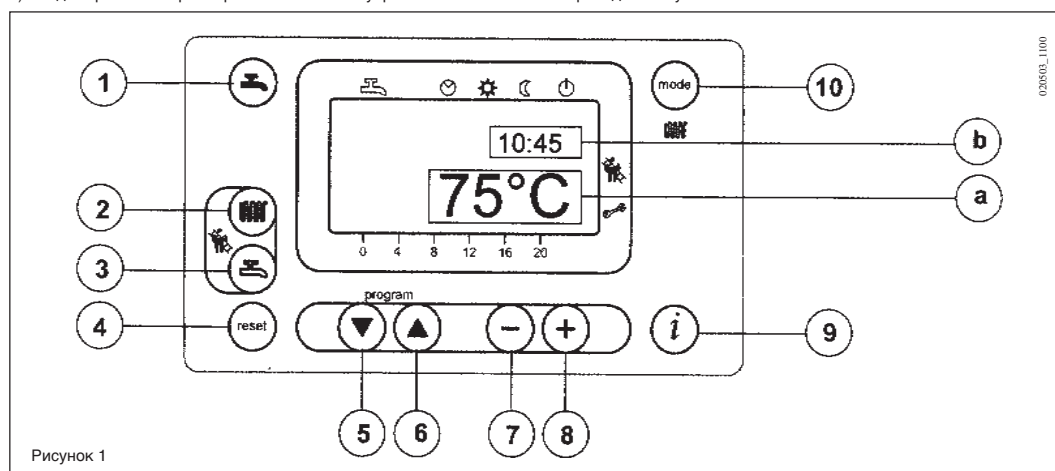

Рисунок 1
- Нажать кнопку (поз. 2 на рис. 1) для регулировки температуры воды системы отопления.
- Нажать одну из этих двух кнопок (поз. 1 или 10 на рис. 1) для записи заданного параметра в память и возврата к главному меню.
Примечание - Если к котлу подключен внешний зонд, при помощи кнопки (поз. 2 на рис. 1) можно смещать кривую отопления. Нажать кнопки для уменьшения или увеличения комнатной температуры обогреваемого помещения.
- Нажать кнопку (поз. 3 на рис. 1) для регулировки максимальной температуры хозяйственной воды.
На главный дисплей (см. рис. 1 а) аварийные сигнализации выводятся вместе с символом  (см. рис. 4).
На вспомогательном дисплее (см. рис. 1 б) поочередно появляются аварийная сигнализация и время, оба мигающих (см. рис. 4.1). Выведенные на вспомогательный дисплей сигнализации могут быть погашены только после устранения причины, вызвавшей их.